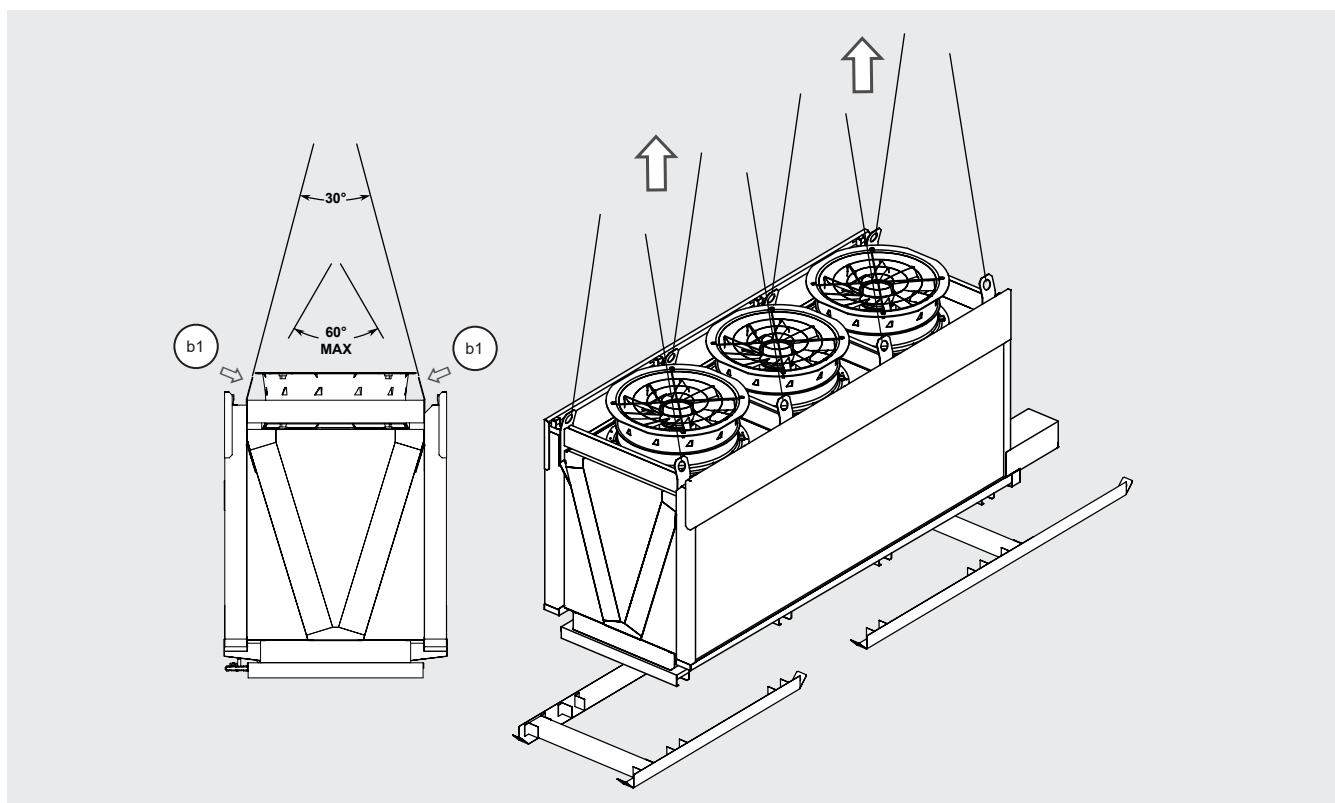

Figure 7
- 5.5 Fixez la grue aux points de levage (b1), soulevez le modèle et placez-le à son emplacement définitif. Utilisez tous les points de levage. Voir la Figure 7.